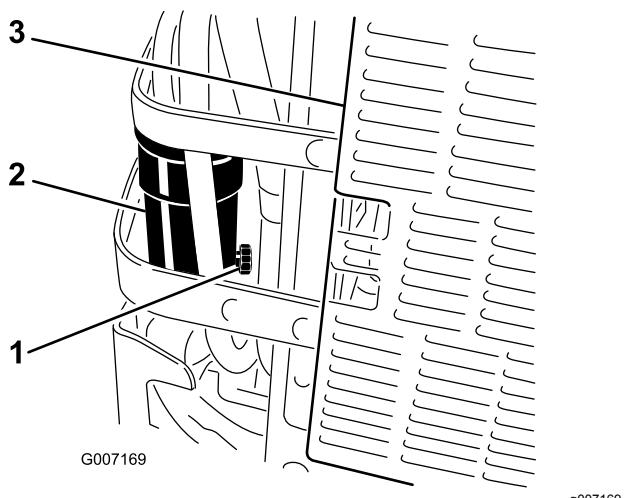

Figura 43
- Aprite di circa un giro la valvola di spurgo sul separatore di condensa per permettere lo spurgo dell'acqua e di altre sostanze contaminanti (Figura 43).
- Chiudete la valvola di spurgo quando inizia a fuoriuscire solamente gasolio (Figura 43).